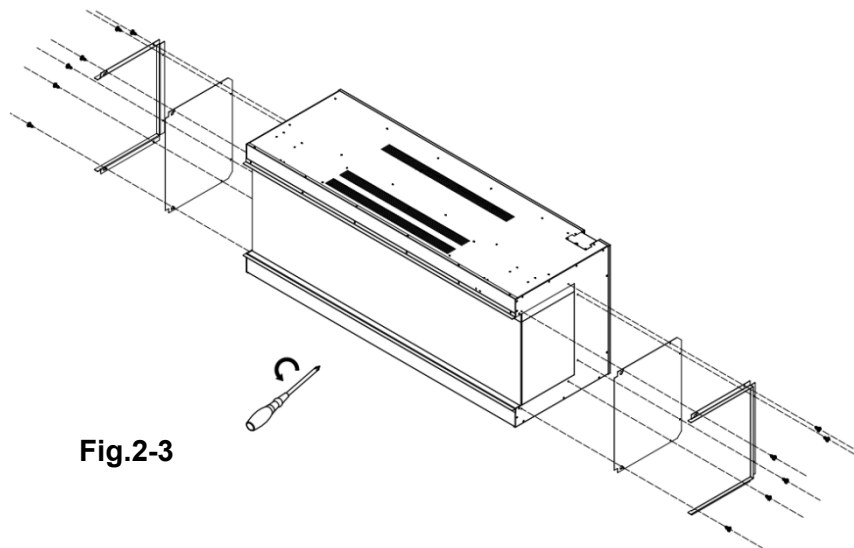

Fig.2-3
2) Retirar as barras de proteção e os painéis se quiser ver o fogo de três lados. Fig.2-3